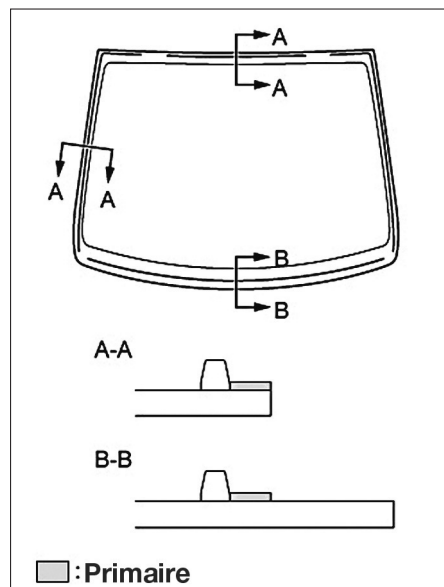

FIG. 149
- Appliquer de nouveau du primaire d'adhérence comme illustré (Fig.149).